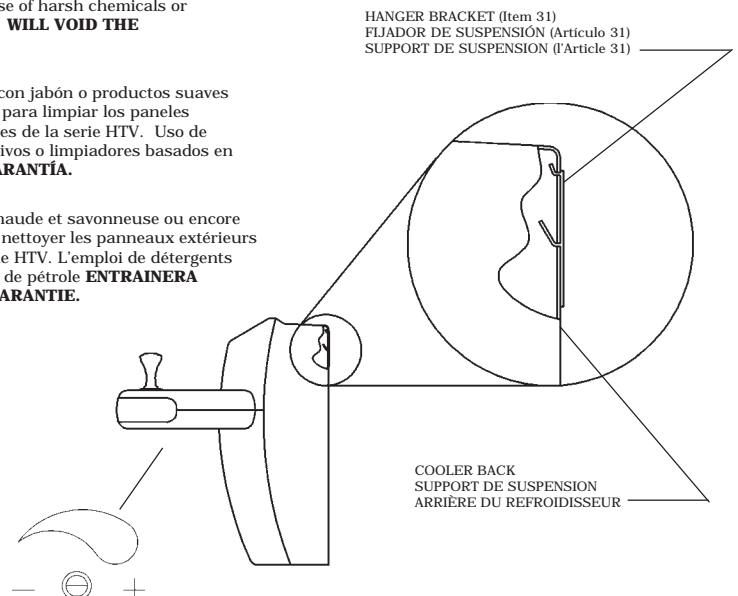
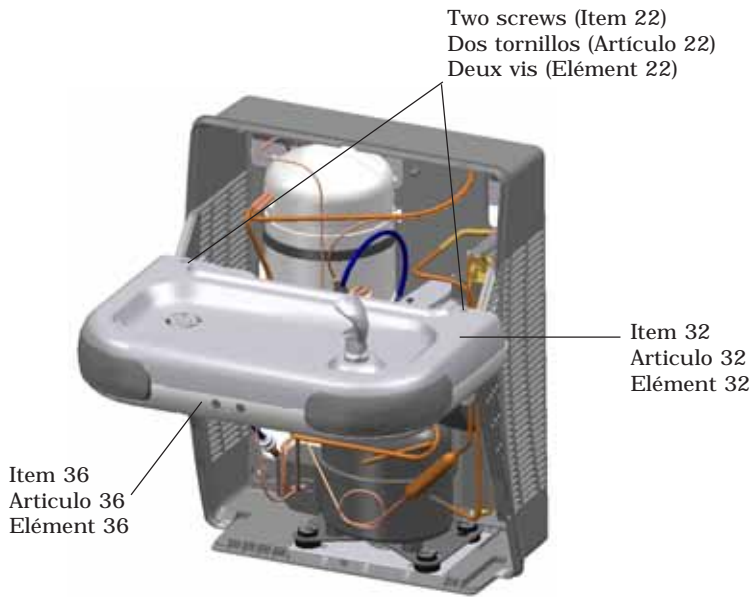
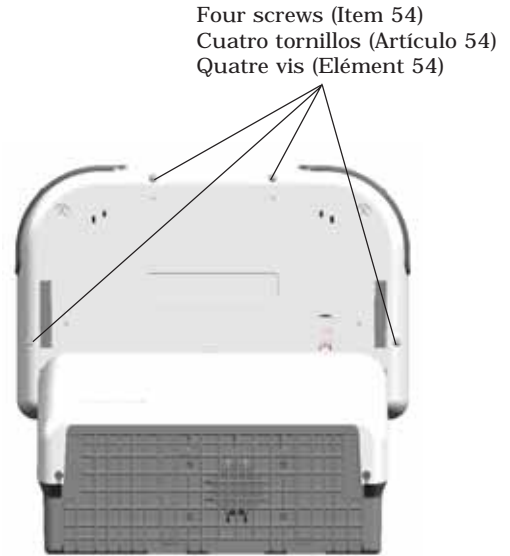
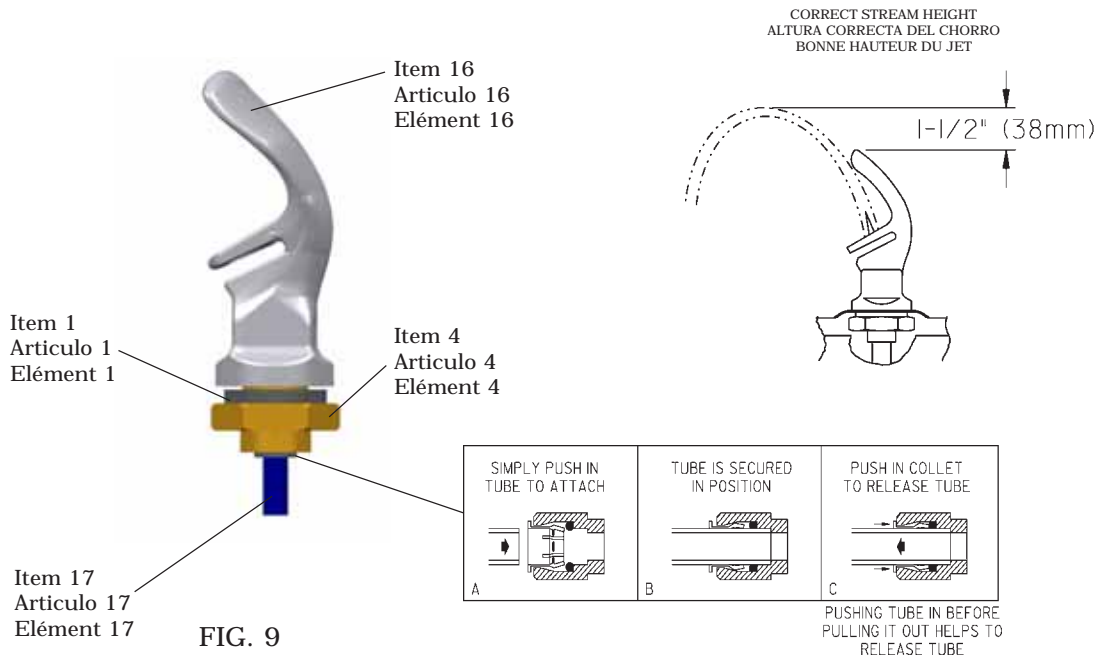

Fig. 3
FIG. 7
FIG. 8
FIG. 9
- 1) Remove the hanger bracket fastened to back of the cooler by removing one (1) screw.
- 2) Mount the hanger bracket as shown in Fig. 2 & Fig 3.
- NOTE:** Hanger Bracket MUST be supported securely. Add fixture support carrier if wall will not provide adequate support. Anchor hanger securely to wall using all six (6) 1/4 in. dia. mounting holes.
- 3) Hang the cooler on the hanger bracket. Be certain the hanger bracket is engaged properly in the slots on the cooler back as shown in Figure 3.
- 9) Stream height is factory set at 35 PSI. If supply pressure varies greatly from this, adjust screw located under dispenser bottom (Item 36). See Fig. 3. CW adjustment will raise stream and CCW adjustment will lower stream. For best adjustment, stream should be 1 1/2" above bubbler hood. (See Fig. 9)
- 1) Quita gancho paréntesis abrochó para apoyar de más fresco quitando uno (1) tornillo.
- 2) Monta el paréntesis de gancho como mostrado en la Fig. 2. & Fig 3.
- 9) La altura de la corriente es el conjunto de la fábrica en 35 PSI. Si la presión del suministro varía magníficamente de esto, ajusta el tornillo localizado bajo el fondo de dispenser (Artículo 36). Vea Fig. 3. El ajuste de CW levantará la corriente y el ajuste de CCW bajará la corriente. Para mejor ajuste, la corriente debe ser 1 1/2" encima de capucha de bubbler. (Vea Fig. 9)
- 1) Enlève le crochet de cintre a attaché pour soutenir de plus frais en enlevant celui (1) la vis.
- 2) Monter le crochet de cintre selon la Fig 2 & Fig 3.
- LA NOTE:** le Crochet de Cintre doit être assurément soutenu. Ajouter le transporteur de soutien d'accessoire si le mur ne fournira pas le soutien suffisant. Ancrer le cintre assurément à l'utilisation de mur tout six (6) 1/4 dans. dia. les trous qui montent.
- 3) Accrochez le refroidisseur au support de suspension. Vérifiez que le support de suspension est correctement inséré dans les fentes situées au dos du refroidisseur comme indiqué sur la Figure 3.
- 9) La hauteur de ruisseau est la série d'usine à 35 PSI. Si la pression de provision varie fort de ceci, ajuster la vis localisée sous le fond de distributeur (l'Article 36). Voir la fig. 3. L'ajustement de CW élèvera l'ajustement de ruisseau et CCW abaissera le ruisseau. Pour le meilleur ajustement, le ruisseau devrait être 1 1/2" au dessus du capuchon de bubbler. (Voir la fig. 9)
To remove the basin (Item 32), remove two screws (Item 22) on top of the basin (Shown in FIG. 7). Then remove the four screws (Item 54) located underneath the dispenser bottom (Item 36) as shown in FIG. 8. Finally pull polytube (Item 17) out of bubbler (Item 16) as shown in FIG. 9. and remove the basin.
Para retirar el estaque (Artículo 32), desmonte los dos tornillos (Artículo 22) de la parte superior del estaque (como se muestra en la Fig. 7). Desmonte luego los cuatro tornillos (Artículo 54) situados debajo de la parte inferior del expendedor (Artículo 36) como se muestra en la Fig. 8. Finalmente, tire de la tubería de polietileno (Artículo 17) para extraerla del grifo (Artículo 16) tal como se muestra en la Fig. 9. y retire el estaque.
Pour retirer le bassin (Elément 32), retirez les deux vis (Elément 22) situés au sommet du bassin (voir Figure 7). Puis retirez les quatre vis (Elément 54) situées sous le distributeur (Elément 36) comme indiqué dans la Figure 8. Enfin tirez le tube poteau (Elément 17) hors du barboteur (Elément 16) comme indiqué sur la Figure 9, puis retirez le bassin.